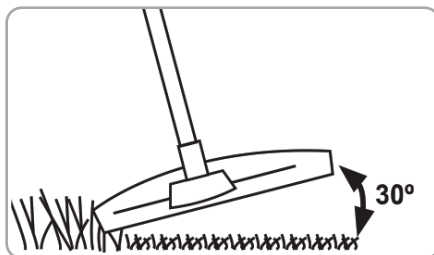

Fig.9
- Tineti capul trimmerului in pozitie corecta astfel incat sa formeze un unghi cu solul de aproximativ 30° (Fig. 9).